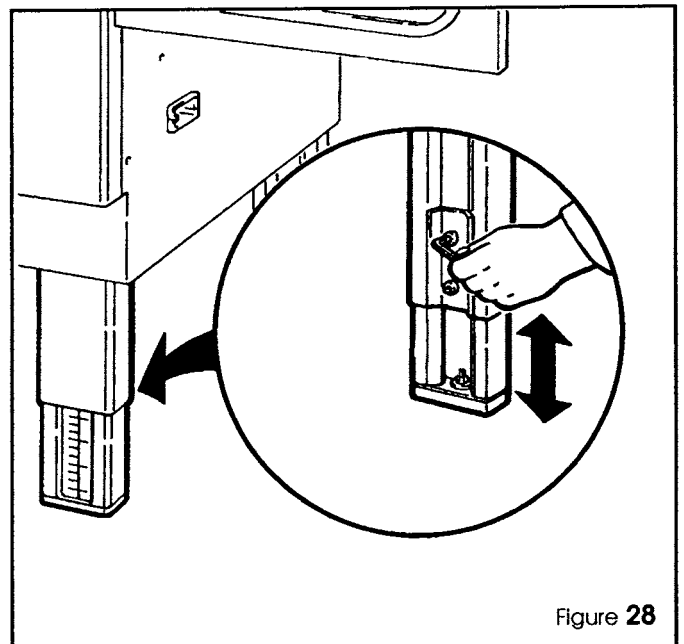

Figure 28
- 2- de schroeven in de poten, zoals aangegeven in figure 28, losdraaien en de poten op de gewenste hoogte instellen; gebruik ter vergelijking de op de poten aangebrachte schaalverdeling